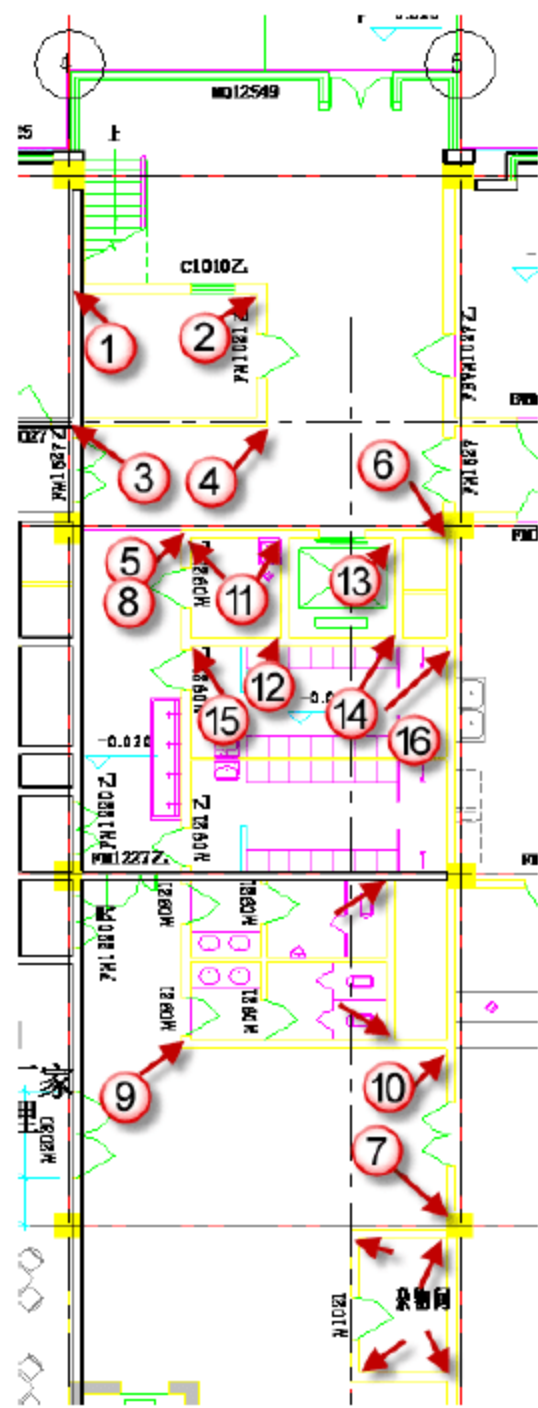
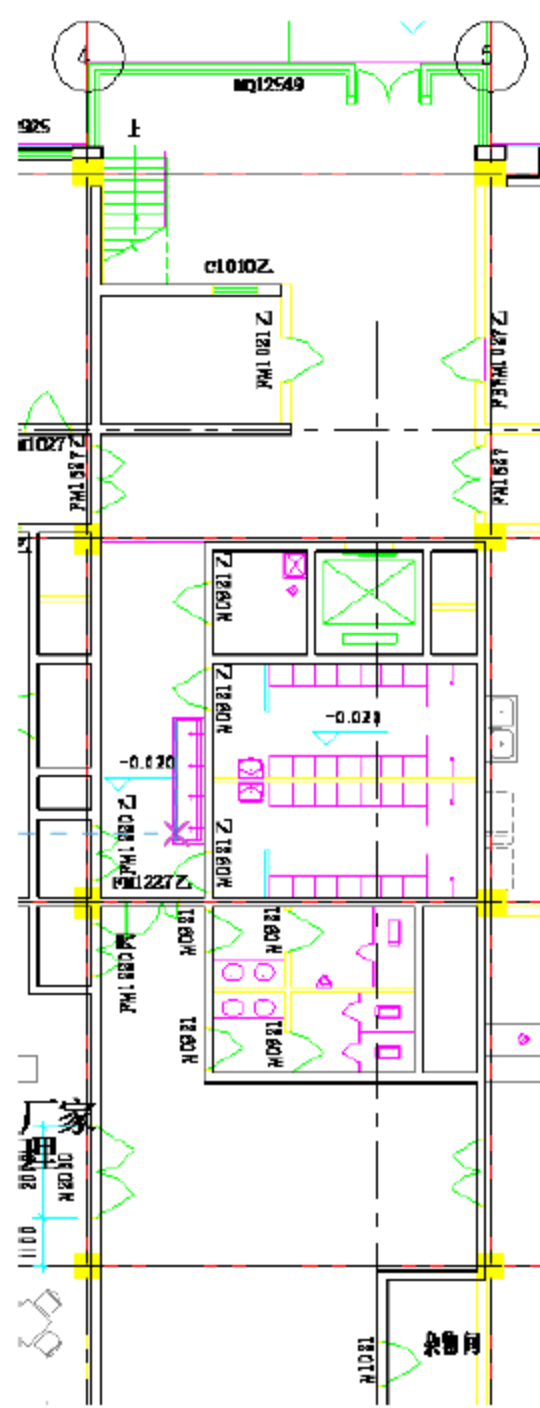

图 10.2.38 200mm 内墙捕捉点位置图
图 10.2.39 200mm 内墙部分完成
(5) 绘制 D 轴到 G 轴和 4 轴到 5 轴线之间的内墙。选择“建筑”→“墙”→“墙：建筑”命令，也可以直接按快捷键 W+A。将“链”选上，“偏移量”改为“100mm”，依次捕捉图 10.2.38 所示位置，单击绘制墙体。绘制完成后按 Esc 键，可以退出外墙绘图界面，完成后的这部分内墙如图 10.2.39 所示。